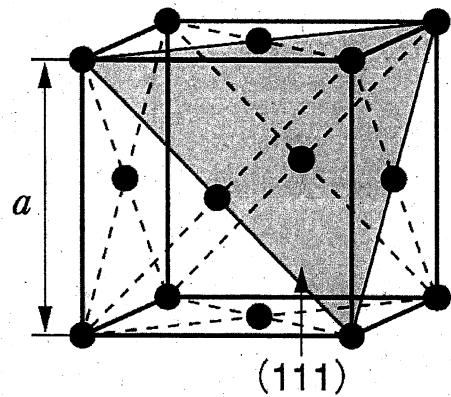

図 1
- (2) 図 1 は金属材料の典型的な結晶構造の一つを示している。この結晶構造は何か。また、この結晶構造を持つ金属を二つ上げよ。
- (3) 図 1 の結晶構造について原子が球形であり最近接原子が接していると仮定し、原子の充填率を計算せよ。